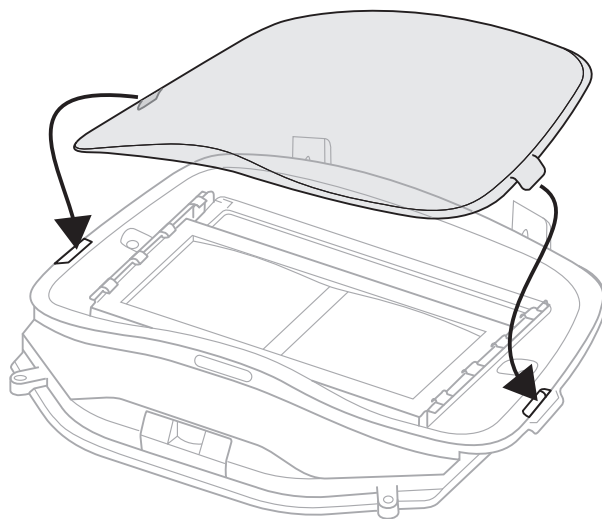

Fig. 27c
- Remettre la plaque de protection externe du filtre à lentille photosensible pour soutenir l'ensemble de lentille en place. Puis, remettre l'écran de masque pour soudage externe du filtre à lentille photosensible (consulter rubrique « Inspection et entretien » à la section 5 « Filtre de soudeur ») (Fig. 27c).